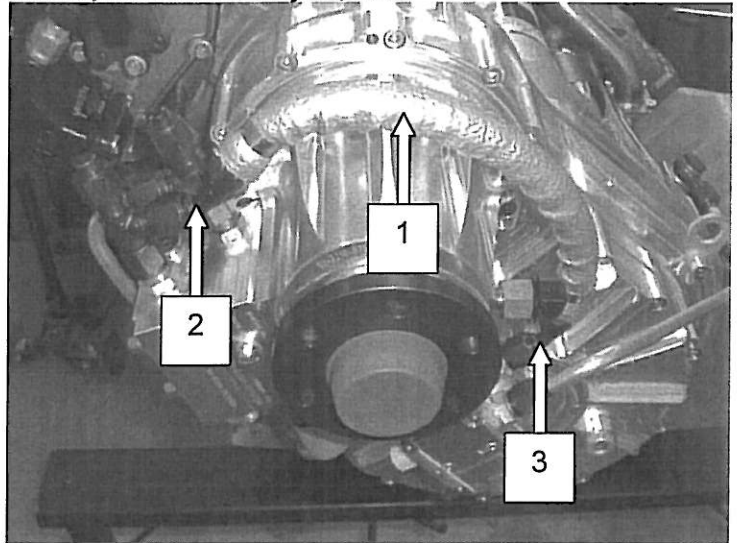
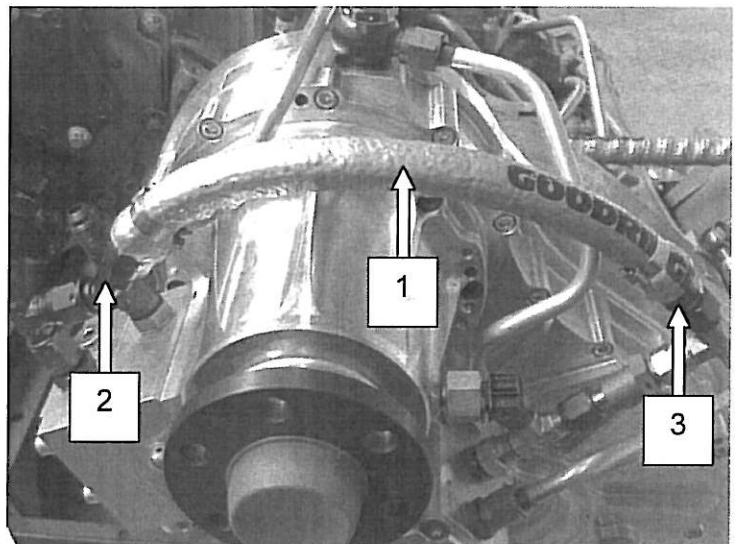

Bild 3 / Fig. 3
Bild 4 / Fig. 4
Siehe Bild 3 und Bild 4.
- **ACHTUNG:** Auf die verschiedenen Winkel der Schlauchanschlüsse achten. Siehe Bild 3 und Bild 4.
- Attach the new hose combined pump – module block P/N 02-6120-16023R1 or 02-6120-16022R2 (only for DA42 installation). Tighten the hose connections to the prescribed tightening torque. See Fig. 3 and Fig. 4.*
- **CAUTION:** *Pay attention to the different angels of the hose connections. See Fig. 3 and Fig. 4.*